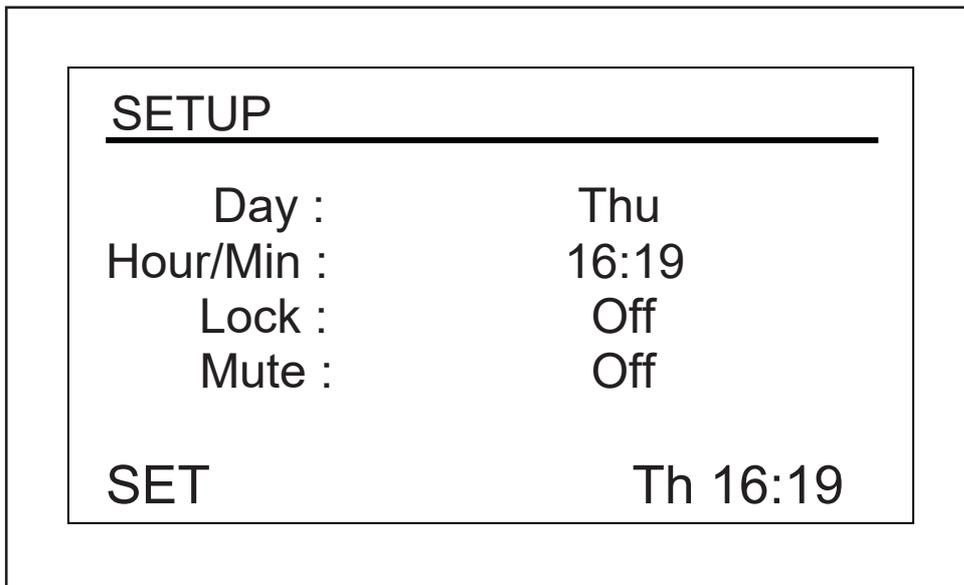

Fig. 9-5: Écran Setup
1. Tourner le bouton pour sélectionner le jour (*Thu* dans l'exemple d'écran présenté ici, (voir Fig. 9-5 à la page 54)), puis cliquer. Le jour clignote alors.
1. Tourner le bouton de commande pour mettre l'heure en relief (16:19 sur l'exemple d'écran, (voir Fig. 9-5 à la page 54)) puis cliquez.
L'état actuel (*Off* sur l'exemple d'écran, (voir Fig. 9-5 à la page 54)) va se mettre à clignoter.